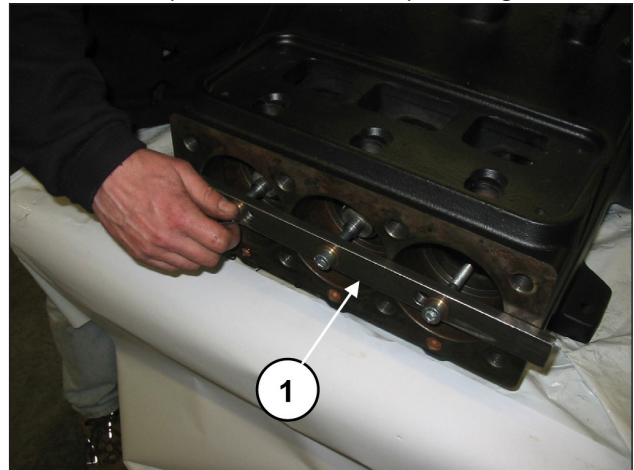

Fig. 25
Avance as semi-hastes na direção da parte hidráulica, para permitir a fuga do eixo. Para facilitar a operação, use a ferramenta adequada (cód. 27566200), (pos. ①, Fig. 25).